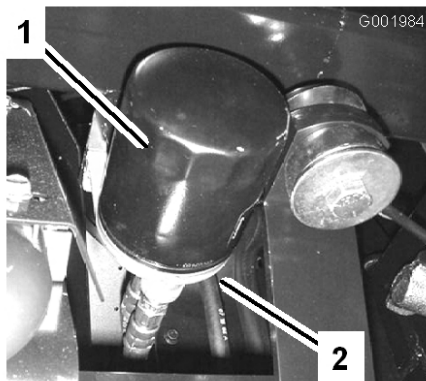

Figura 48
2. Retire o filtro do óleo (Figura 48).
5. Coloque o filtro de substituição no adaptador do filtro. Rode o filtro de óleo hidráulico no sentido dos ponteiros do relógio até que a junta de borracha toque no adaptador do filtro e, em seguida, aperte o filtro mais 1/2 volta (Figura 48).